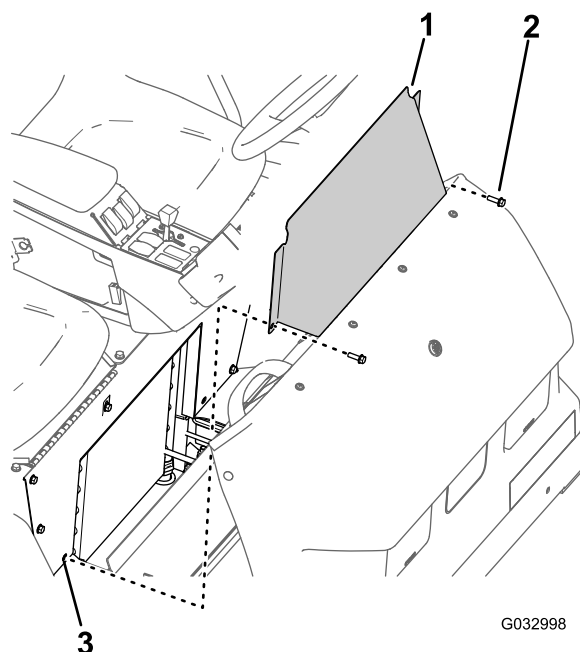

Figura 66
- Retire los 2 pernos con arandela prensada que sujetan el panel de acceso de la base del asiento a la base del asiento (Figura 66).
- Retire el panel de acceso de la base del asiento de la máquina (Figura 66).
- Alinee los taladros del panel de acceso de la base del asiento con los taladros de la base del asiento (Figura 66).
- Monte el panel de acceso de la base del asiento en la base del asiento con los dos pernos con arandela prensada (Figura 66) que retiró en el paso 1 de Retirada del panel de acceso de la base del asiento (página 55).